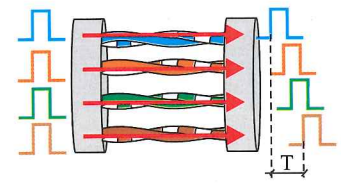

Figura 6.51. Retardo diferencial.
- **Retardo diferencial (Delay Skew).** Diferencia de retardo entre dos pares de cables trenzados (Figura 6.51). Existen aplicaciones que utilizan todos los pares para la transmisión de datos, por lo que es importante que los datos que viajan por diferentes pares lo hagan al mismo ritmo.